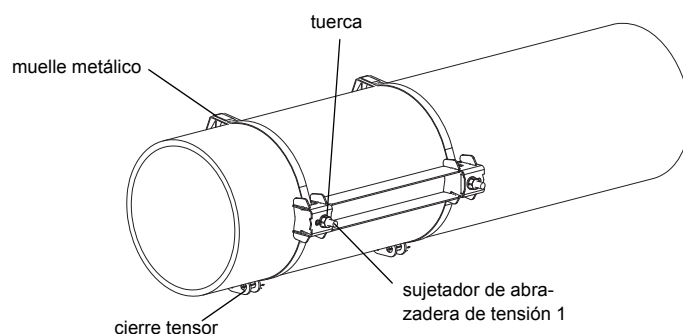

Fig. 9.20: Raíl en el tubo
- Hacer pasar la abrazadera de tensión a través del sujetador de abrazadera de tensión 1 (véase Fig. 9.20).
- Apretar la tuerca del sujetador de abrazadera de tensión 1, pero sin exceso para no dañar la abrazadera de tensión (véase Fig. 9.20).
- Hacer pasar la abrazadera de tensión a través del sujetador de abrazadera de tensión 1 y el muelle metálico (véase Fig. 9.22 y Fig. 9.20).
- Hacer pasar la abrazadera de tensión a través del sujetador de abrazadera de tensión 1 y el muelle metálico (véase Fig. 9.20 y Fig. 9.23). El muelle metálico no tendrá que montarse en los siguientes casos: